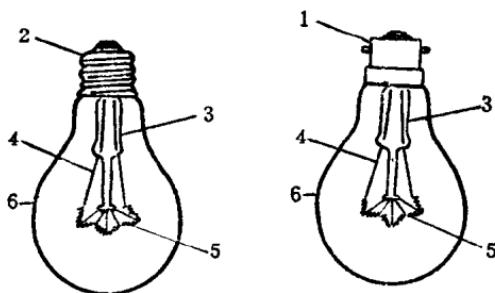

图 7-1 白炽灯泡的构造
(1) 白炽灯泡的构造：由灯头、灯丝和玻璃壳等组成，见图 7-1。灯丝用熔解温度高和不易蒸发的钨制成；大功率灯泡的玻璃壳内抽成真空中，充以惰性气体如氩、氮等，以使钨丝蒸发得较为缓慢和提高发光效率；小功率灯泡充气后因效果不显著，故只抽成真空，使灯丝保持高温发光。